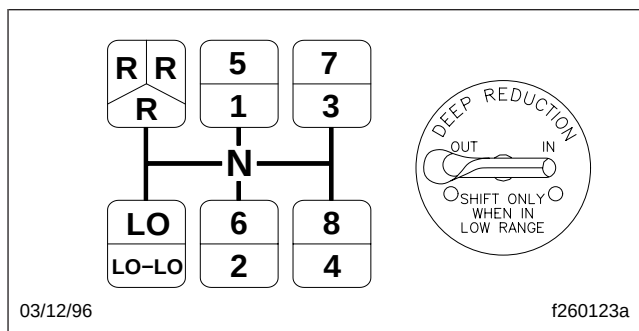

Figura 8.8, Patrón de cambios, alta reducción
Los modelos de alta reducción de Eaton Fuller no son sincronizados. Éstos tienen una sección anversa de cinco velocidades y una sección auxiliar de dos velocidades que tiene una marcha de alta reducción extra. La marcha baja en la sección anversa se usa solamente como una marcha de arranque. Las otras cuatro relaciones se usan una vez en INTERVALO BAJO y una vez en INTERVALO ALTO proporcionando así ocho relaciones de carretera. Se selecciona LO-LO (baja-baja) con la palanca DEEP REDUCTION (alta reducción) que se encuentra en el tablero de instrumentos. Vea la Figura 8.8, que muestra el patrón de cambios.
1. Ponga la palanca de cambios en neutro. Ve a la **Figura 8.8**, que muestra el patrón de cambios. Arranque el motor, y eleve la presión del sistema de aire a un valor entre 95 y 125 psi (655 y 862 kPa).